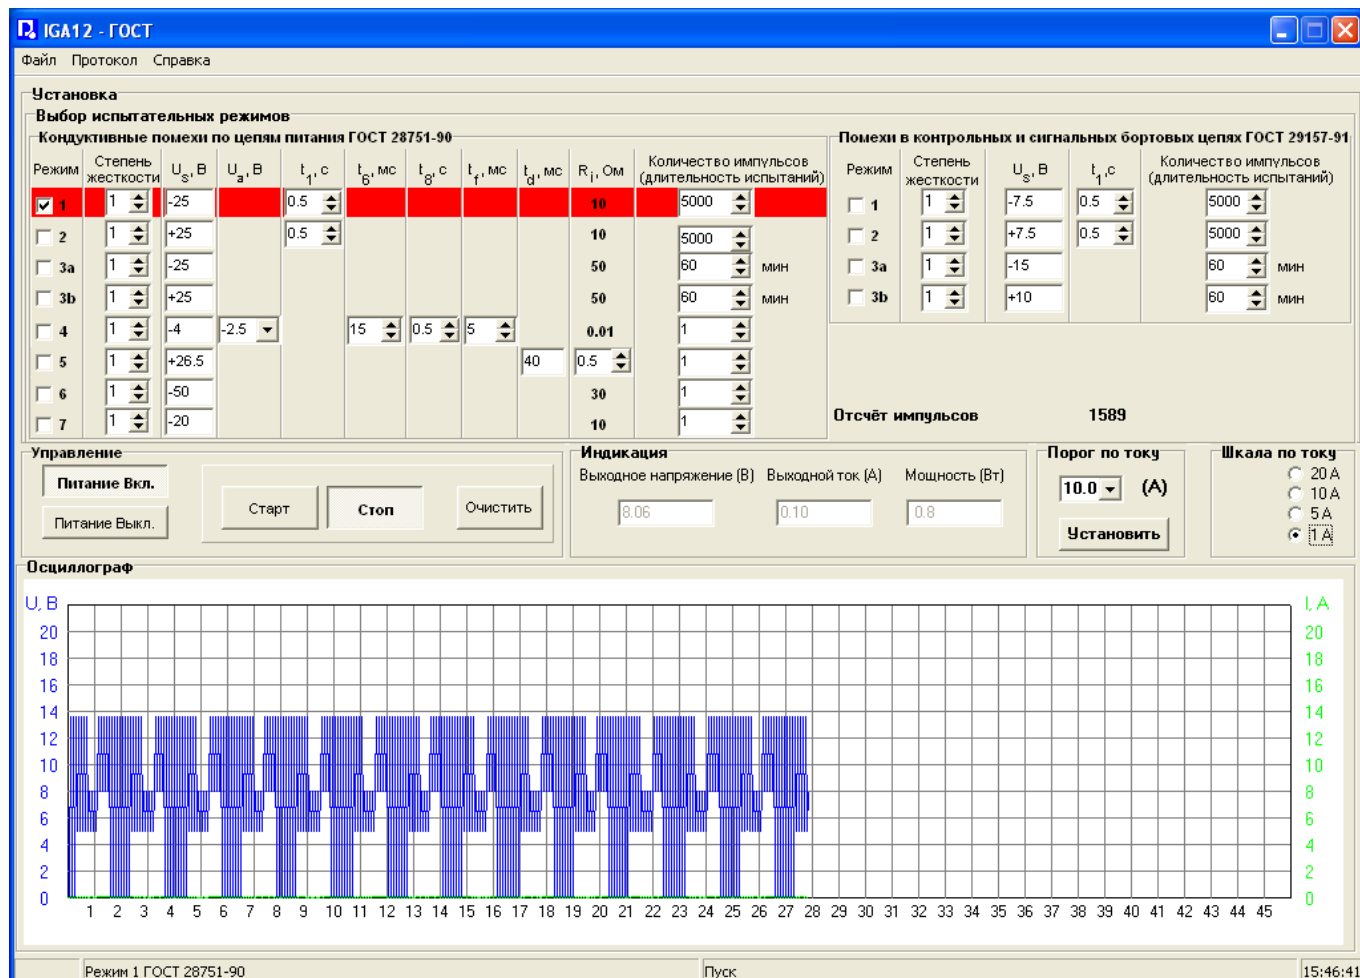

Рисунок 2
7.4.1 Программа IGA12 имеет основное окно – это «**IGA12 – ГОСТ**» » для испытаний по ГОСТ 28751-90 и ГОСТ 29157-91 (см. рисунок 2). Окно представляется рабочим полем, строкой меню в верхней части экрана и статусной панелью в нижней части экрана. При нажатии левой кнопки мыши на одном из пунктов меню, оно раскрывается в дополнительное меню.